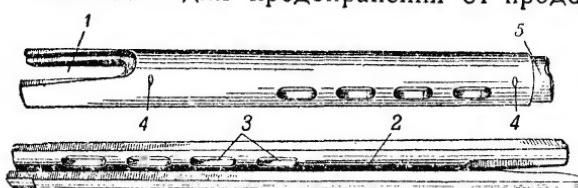

Рис. 49. Ствольная накладка:
**49. Ствольная накладка** (рис. 49) служит для предохранения рук стрелка от ожога и для защиты штока с поршнем от случайных ударов. Она имеет: задний вырез для прохода колодки прицела; жолоб для штока; поперечные вырезы для лучшего охлаждения ствола; шпильки для предохранения от продоль-